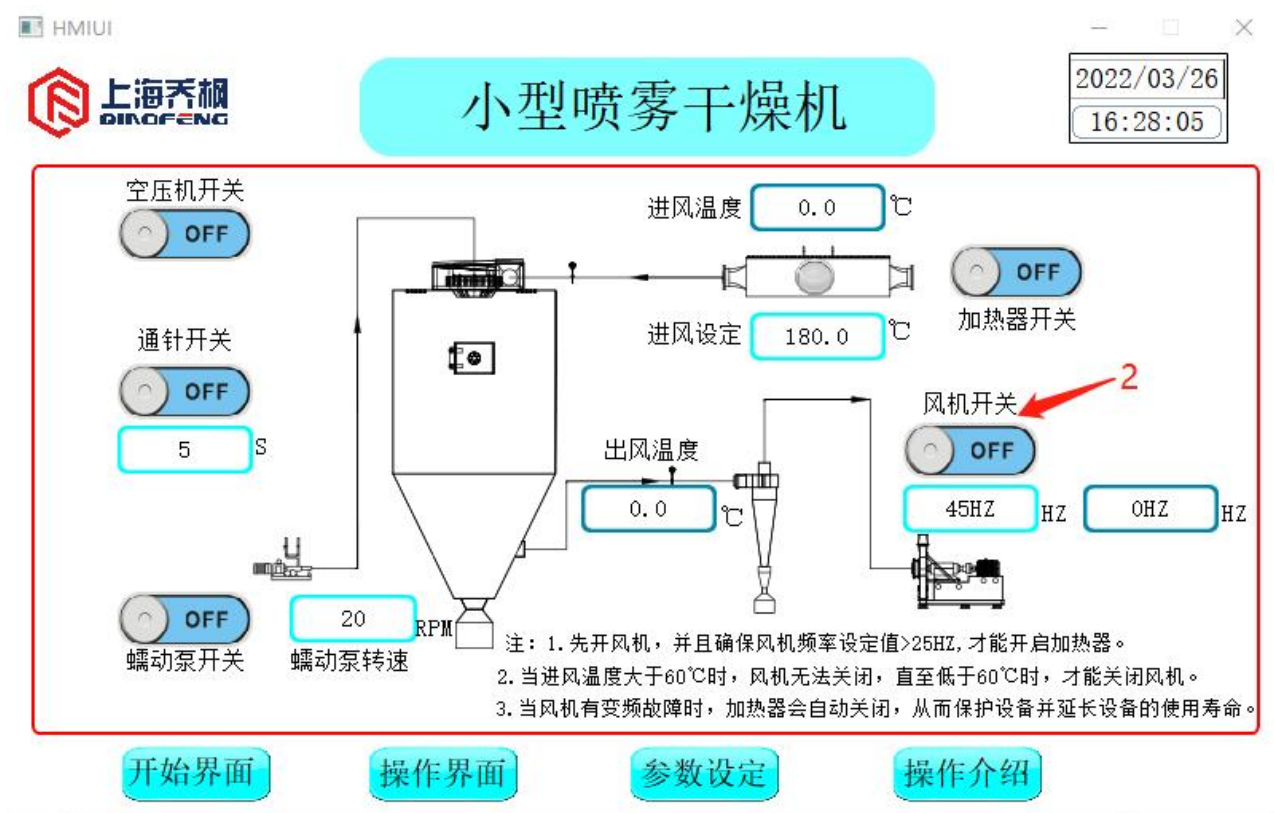

图 5
(3) 点击“风机开关”2，停止风机。显示状态如图 5 所示。